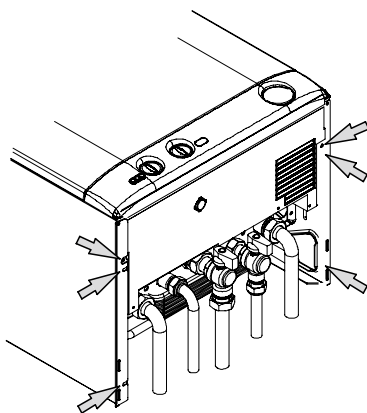

рис. 5.5
- Открутите винты, указанные на рисунке рис. 5.5.